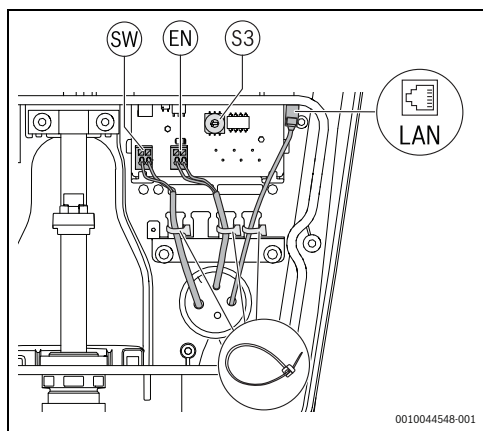

Fig. 280 Collegamenti delle interfacce interne opzionali
- ▶ Collegare uno sgancio remoto per l'interruttore differenziale a monte o una ditta specializzata al SW di uscita digitale (→ Fig. 280, capitolo 4.2 pagina 268, [1]).